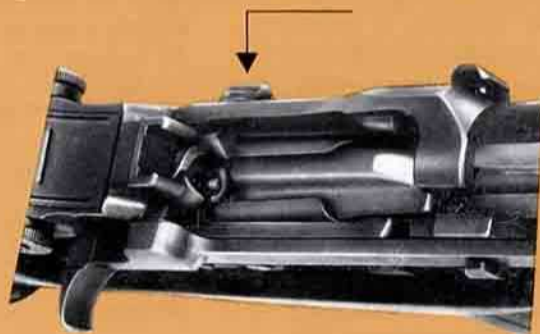

Fig. 6
- dopo aver sparato l'ultima cartuccia del caricatore, l'otturatore rimane aperto perchè l'elevatore agisce sulla leva arresto per bloccare l'otturatore in posizione arretrata, (fig. 6);
- After the last round is fired, the magazine follower actuates the bolt latch which, in turn, will hold bolt in its open position, rearward (fig. 6).
- Après avoir tiré la dernière cartouche du chargeur, la culasse reste ouverte sous l'action de l'élevateur qui soulève l'arrêt de culasse, ce qui a pour effet de maintenir celle-ci en position ouverte (figure 6);
- Wenn die letzte Patrone des Magazines verschossen ist, drückt der Zubringer des Magazines auf den Sperrhebel, welcher infolgedessen das Verschlussstück in seiner hinteren « offenen » Lage festhält (Bild 6).